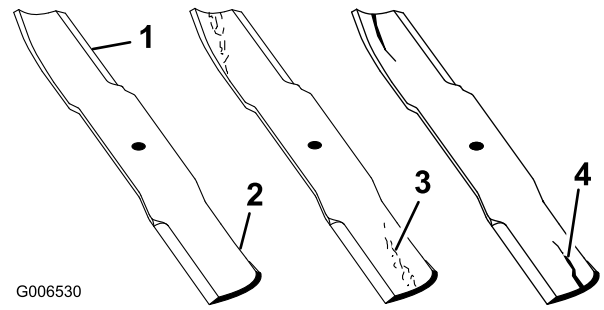

Figura 78
1. Inspeccione as extremidades de corte (Figura 78). Se as extremidades não estiverem afiadas ou estiverem amolgadas retire e afie as lâminas. Consulte Afiação das lâminas.
2. Inspeccione as lâminas, especialmente a área curva. Se verificar quaisquer fissuras, desgaste, ou a formação de ranhuras nesta área instale imediatamente uma lâmina nova (Figura 78).